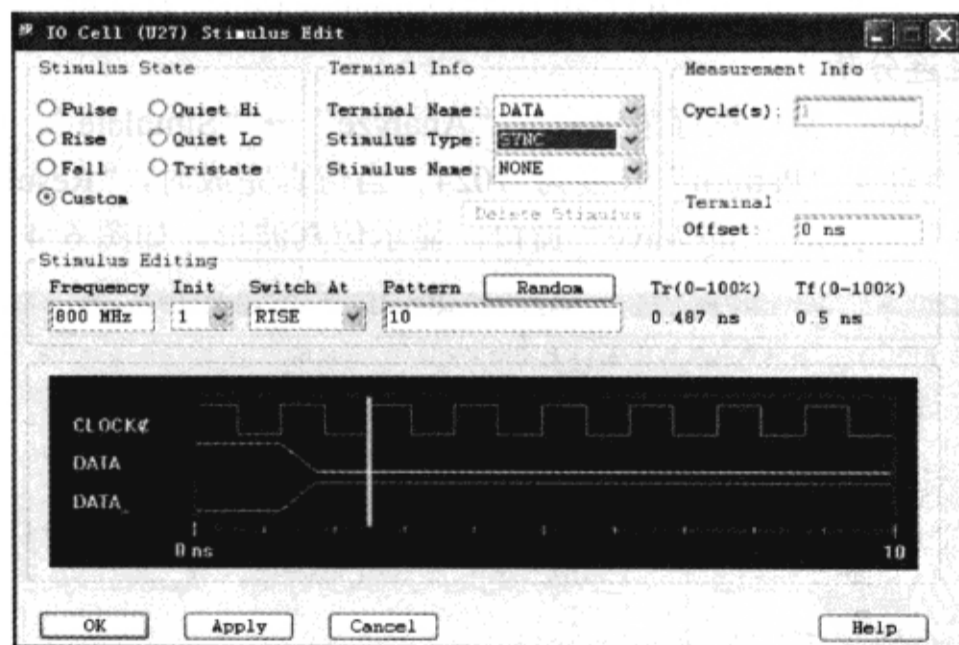

图 6-4-13 设置激励类型
(2) 选中“IO Cell (U27) Stimulus Edit”对话框“Stimulus State”区域“Custom”前的单选按钮→选择“IO Cell (U27) Stimulus Edit”对话框的“Terminal Info”区域“Stimulus Type”为“SYNC”,如图 6-4-13 所示。